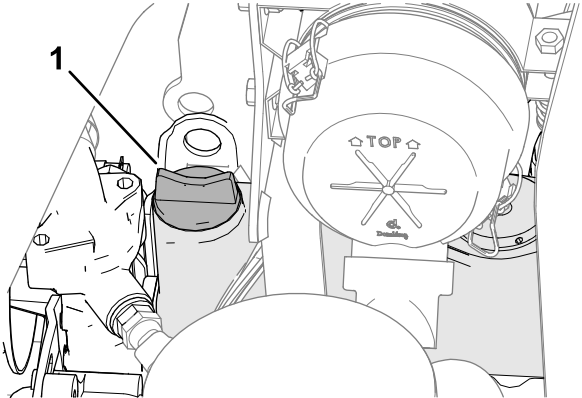

图 64
5. 如果油位较低请取下加油盖 (图 64) 缓慢添加少量机油不时检查油位直至油位达到量油尺上的“已满”标记。